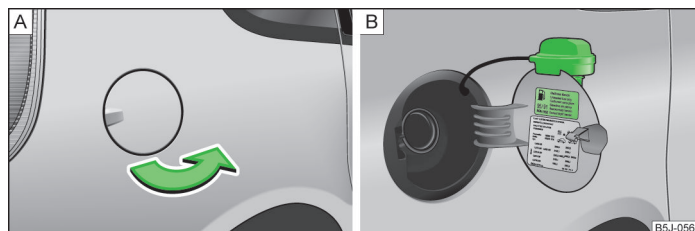

Abb. 125 Fahrzeugseite hinten rechts: Tankklappe / Tankklappe mit aufgeschraubtem Verschluss
Auf der Innenseite der Tankklappe sind die für Ihr Fahrzeug vorgeschriebenen Kraftstoffsorten angegeben » Abb. 125 auf Seite 155 - [B].
- Die Tankklappe mit der Hand aufklappen » Abb. 125 - [A].
- Den Tankverschluss linksherum herausdrehen und von oben auf die Tankklappe stecken » Abb. 125 - [B].